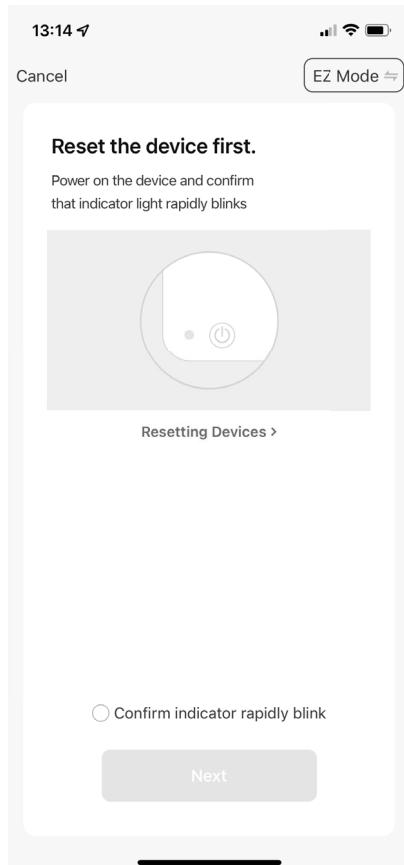

Fig. 4
- Pulse arriba a la derecha en **MODO EZ** (**fig. 4**).